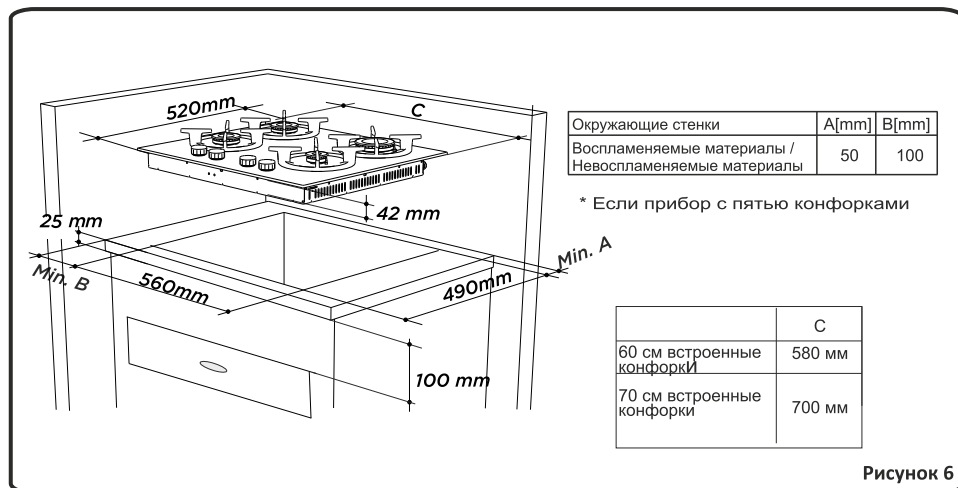

Рисунок 6
- Отметьте размеры проема в соответствии с размерами, указанными на рис. 6. Отметьте место проема на рабочей поверхности таким образом, чтобы после монтажа варочной поверхности выполнялись следующие требования.